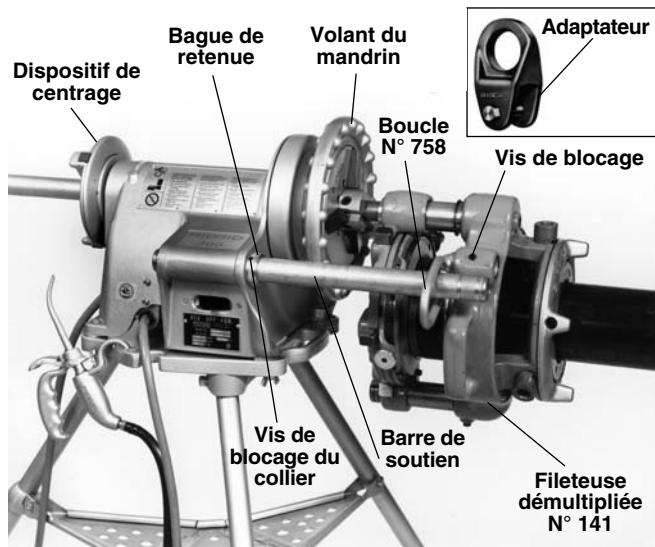

Figure 19 – Fileteuse démultipliée N° 141 en couplage direct avec le système d'entraînement
4. Fileteuse démultipliée N° 141 (*Figure 19*) – Retirez la barre d'appui côté interrupteur et bloquez la bague de retenue contre le bâti du système d'entraînement à l'aide des vis de blocage.
5. Fileteuse démultipliée N° 141 (*Figure 19*) – Enfilez la boucle N° 758 autour de la barre d'appui et bloquez-le contre la boucle du boîtier d'engrenages à l'aide de la vis de blocage.
NOTA ! Utilisez l'adaptateur N° E-3675 (*Figure 19*) au lieu de la boucle N° 758 sur les fileteuses 4P dont le boîtier d'engrenages n'est pas équipé de boucle.